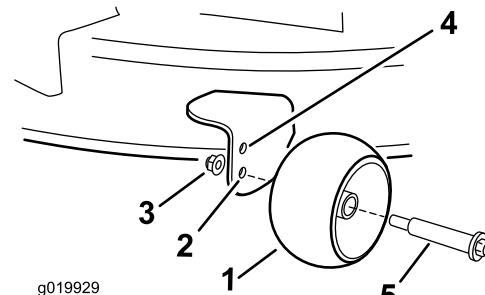

Bild 22
Schnitthöheinstellung 63 mm oder niedriger ist (Bild 22).
- Unteres Loch: Verwenden Sie diese Stellung, wenn das Mähwerk in der Schnitthöheinstellung 76 mm oder höher ist (Bild 22).